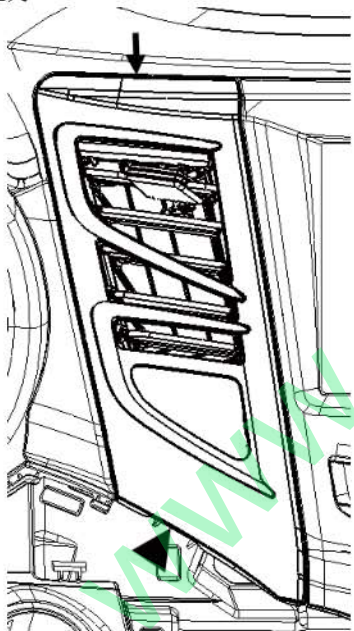

图 1-18 仪表板左/右中风口总成拆卸示意
成上边缘与仪表板上本体的间隙处小心撬起使得上部卡扣脱开，图1-18箭头所指边缘；
(2) 用手从左/右中风口面板下端边缘处着力，缓慢往外拔，手下部卡扣脱开，图1-18 三角所标示边缘；